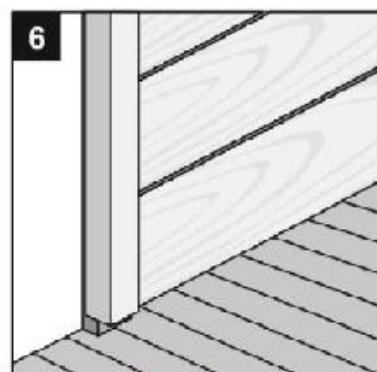

Рис.6
5.9. После установки фасадного профиля его торец закрывается декоративным уголком (рис. 6).